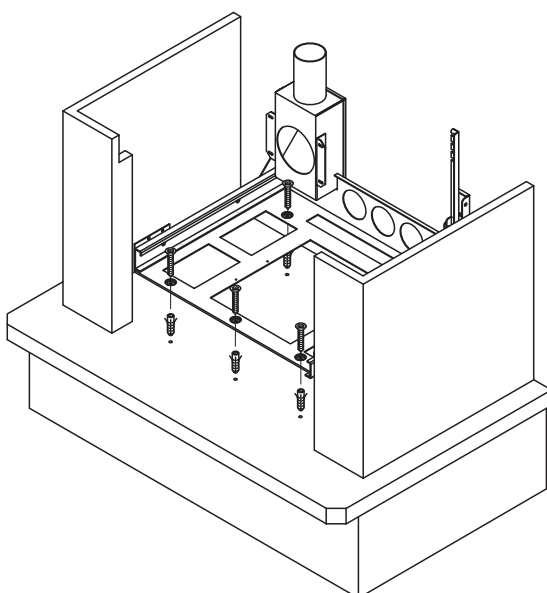

Fig. 6.1.8
- 2) Den Sockel auf der Kaminebene positionieren und mit Dübeln befestigen (Abb. 6.1.8).